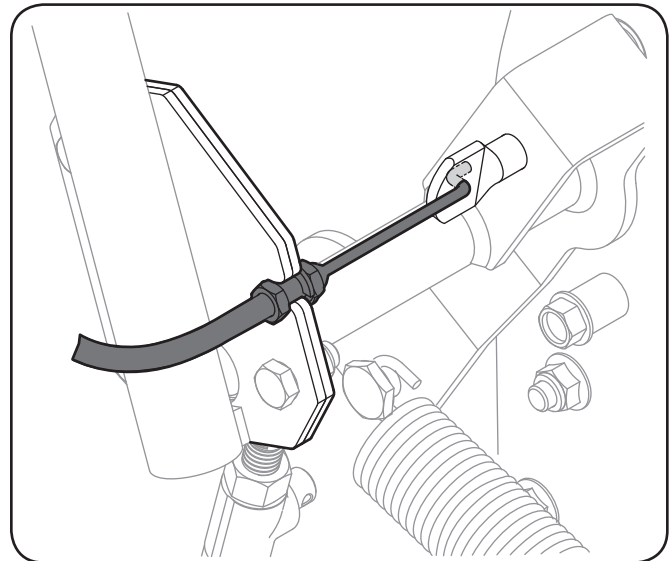

Figure 3-20
2. Placez la gaine de câbles dans l'encoche de la commande de relevage. Accrochez le raccord en Z du câble de relevage sur la tige de verrouillage qui se trouve sur l'arbre de relevage. Voir Figure 3-20.